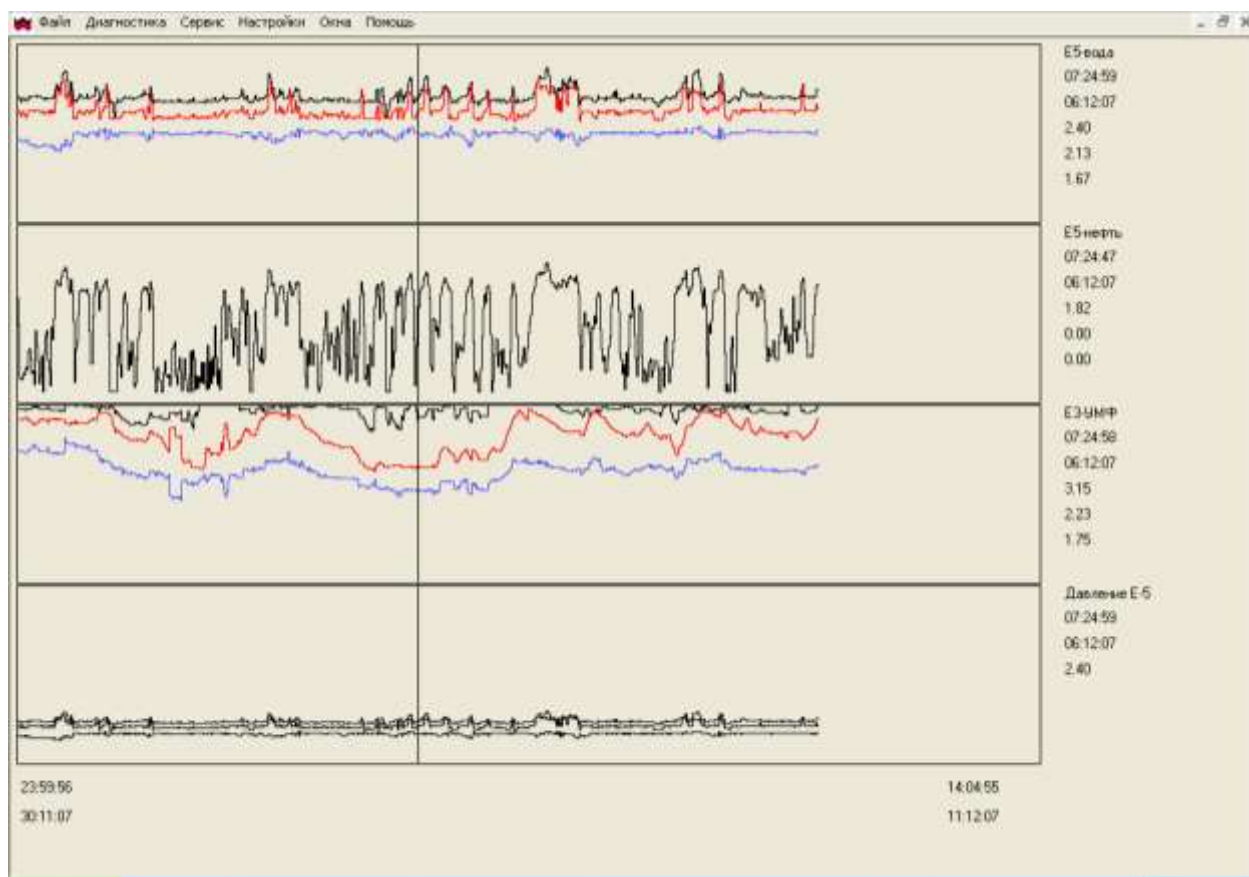

Рис.5
- 4.2. Работа с временными трендами. В правой части диаграммы рис.5 напротив временных трендов выбранных резервуаров (технологических аппаратов) отображается наименование резервуара (технологического аппарата), время и дата соответствующее положению курсора на диаграмме, а также значения уровней разделов сред в этом резервуаре (технологическом аппарате) и другие параметры, соответствующие данному моменту времени. Перемещая курсор посредством мыши и клавиатуры можно видеть значения уровней и других параметров в данный момент времени, наблюдать их